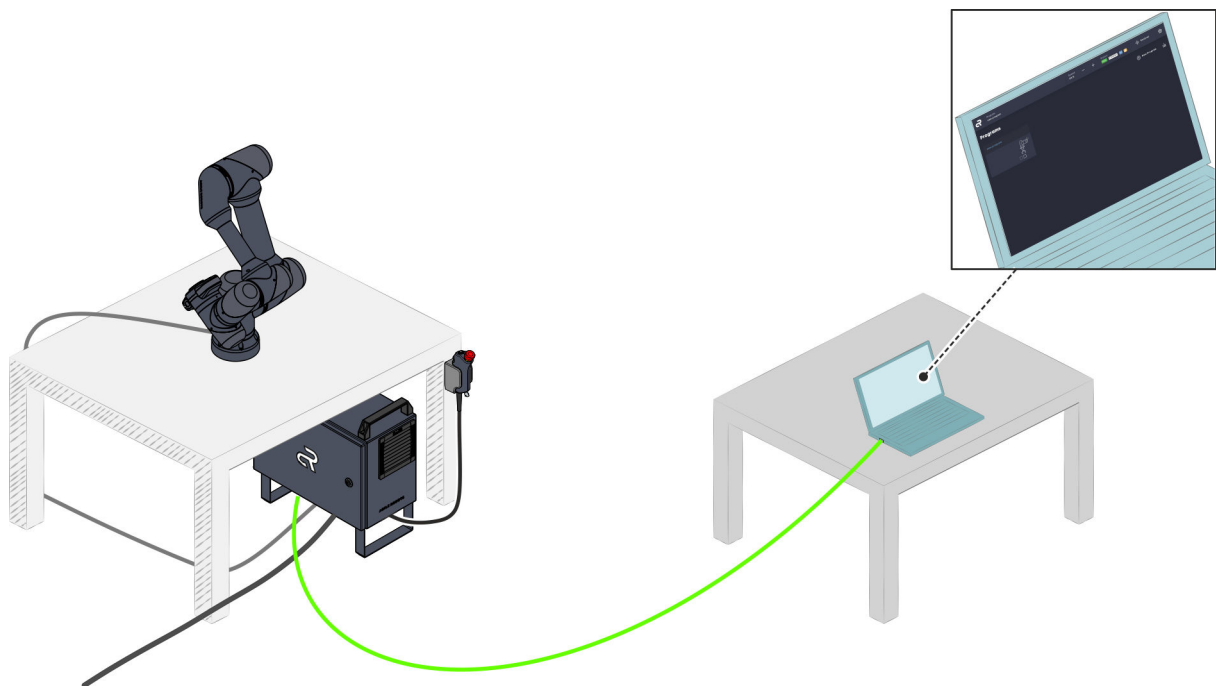

Abb. 58 Benutzeroberfläche aufrufen
- ▶ ■ Die Benutzeroberfläche der Robotersteuerung wird aufgerufen Abb. 58.